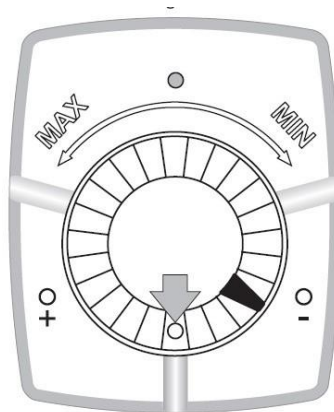

Abb.4
- Aufstellen An Temperatur (Abb. 4).
- Drehen die Schraube C Richtung "-(MIN) Zu Klicken Und die Öffnungen angezeigt An Abb.4
- Drehen die Schraube C Richtung "-(MIN) Zu Klicken Und die Öffnungen angezeigt An Abb.4 übereinstimmen Also Das Ja dürfen Ja alles wiederherstellen der Schutz.